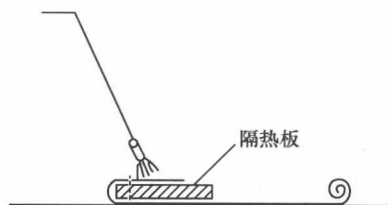

图 1-10 加热卷材末端
滚铺法	(7)卷材被热熔粘贴后,要在卷材尚处于较柔软时,及时进行辊压。辊压时间可根据施工环境、气候条件调节掌握。气温高冷却慢,辊压时间宜稍迟;气温低冷却快,辊压宜提早。 如果采用条粘法铺贴卷材时,在加热卷材西侧边的同时,还应稍稍加热中间部位,使卷材变软而易于平服地铺贴在基层上,避免空铺部位空气难以排尽。 (8)在滚铺法施工时,加热与推滚要配合默契,操作人员在推滚时要适当用力按压卷材,使卷材与基层面紧密接触,排出空气,粘贴牢固。按压时用力不宜太大,以免压扁卷材,或难以推滚。 (9)当熔贴卷材的端头只剩下 300 mm 左右时,应把卷材末端翻放在隔热板上,而隔热板的位置则放在已熔贴好的卷材上面,如图 1-10 所示。最后用喷枪火焰分别加热余下的卷材和基层表面,待加热充分后,再提起卷材粘贴于基层上予以固定